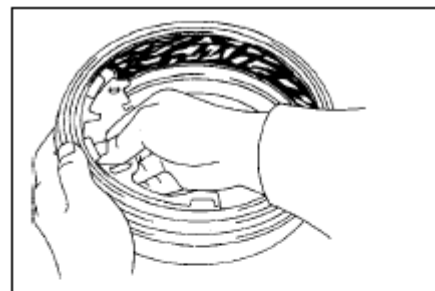

Рис. 299
12. Проверьте тормозные колодки и накладки тормозных колодок, на плотность прилегания(рис. 299).